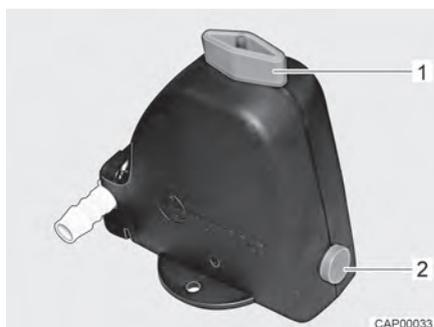

Fig. 77 Válvula de seguridad/purga abierta
- Cerrar la válvula de seguridad/purga. Para ello, girar el botón giratorio (Fig. 77,1) a la posición transversal en referencia a la válvula de seguridad/purga y hundir el botón (Fig. 77,2). La válvula de seguridad/purga cerrada se muestra en Fig. 78. A temperaturas inferiores a 6 °C, la válvula de seguridad/purga no se deja cerrar.